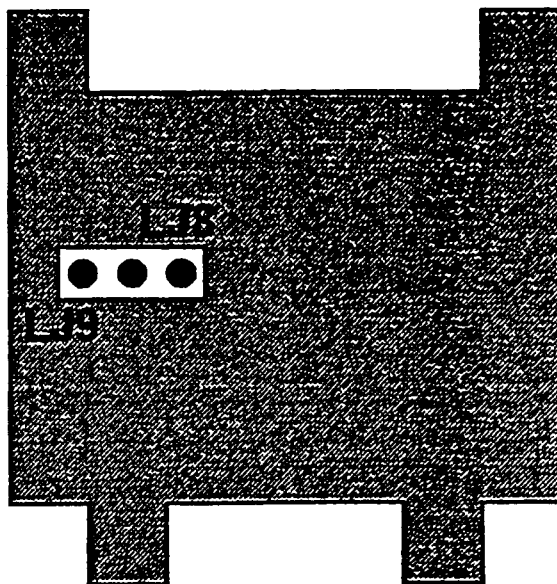

Abb.: 7-7 DC-Linearausgang Optionsplatine
Die gewünschte Ausgangsart von Ausgang 2 und Ausgang 3 wird mit der entsprechenden Position der Optionsplatine bestimmt (siehe Abb.: 7-1), und, falls es eine DC-Linear-Platine ist, mit den Steckbrücken LJ8 und LJ9 auf der Optionsplatine (siehe Abb.: 7-7 und Tabelle 7-3). Es können 3 verschiedene Arten von Optionsplatinen für Ausgang 2/Ausgang 3 verwendet werden:
3. DC-Linearausgang-Optionsplatine (Steckbrücken siehe Abb.: 7-7)